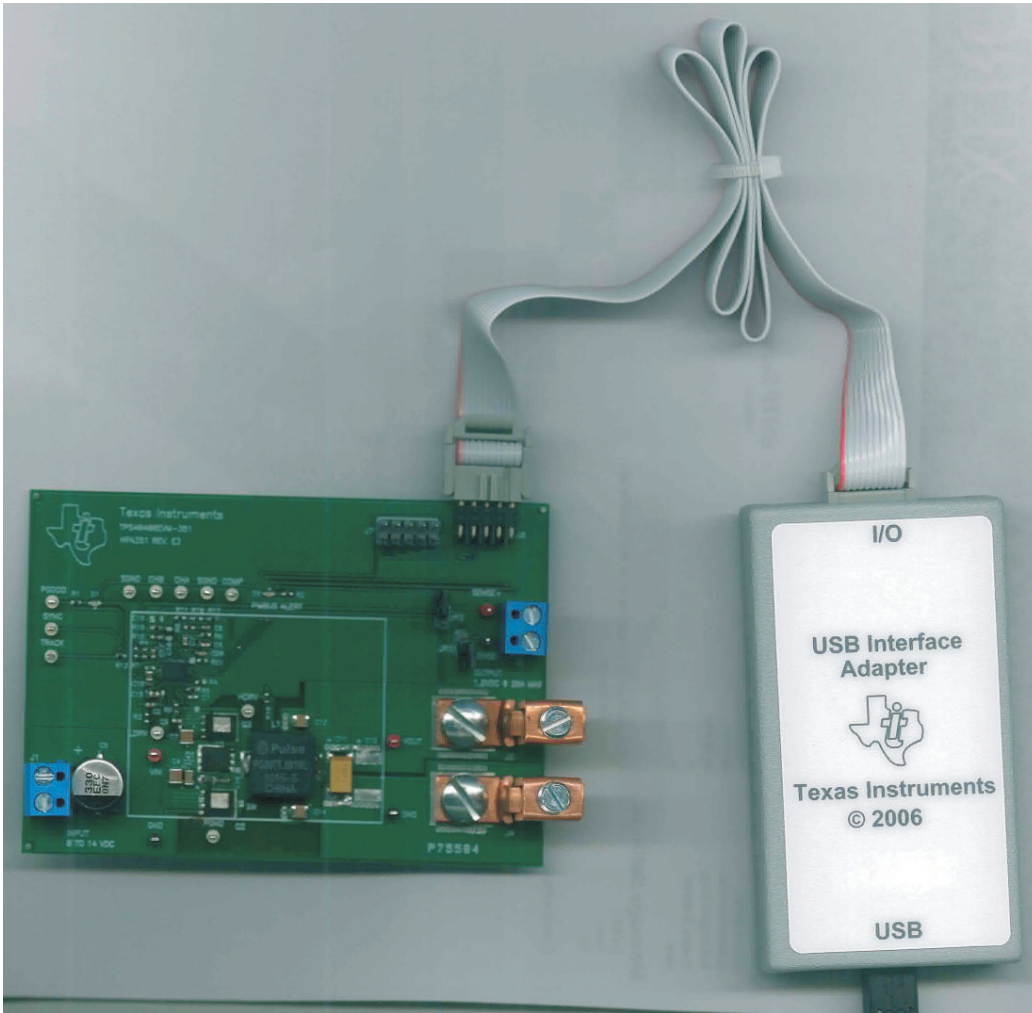

图 5-3. TPS40400EVM-351 USB 转 GPIO 接口适配器
Fusion Digital Power Designer 是用于配置和监视此评估模块 (EVM) 上的德州仪器 (TI) TPS40400 电源控制器的图形用户界面 (GUI)。此应用使用 PMBus 协议，通过 TI USB 适配器经由串行总线与控制器进行通信 (请参阅图 5-3)。